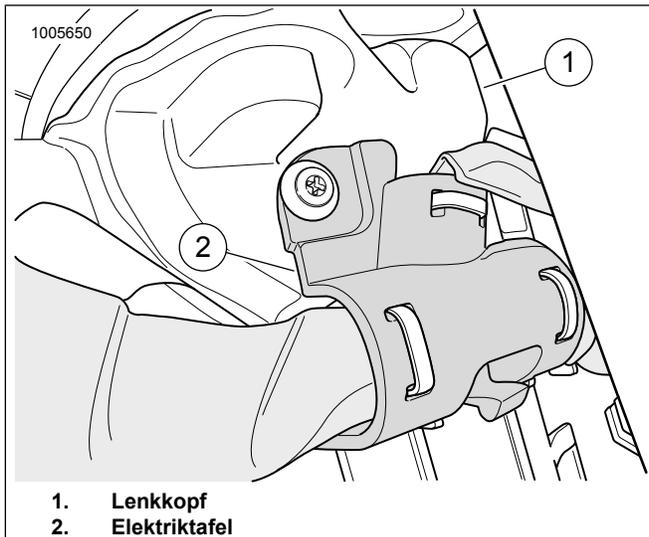

Abbildung 10. Lenkkopf
9. Siehe Abbildung 10. Das Ende des 48-in- Kabelbaums zum Lenkkopf (1) führen. Zum Befestigen des Kabelbaums eine Elektriktafel (2) verwenden.